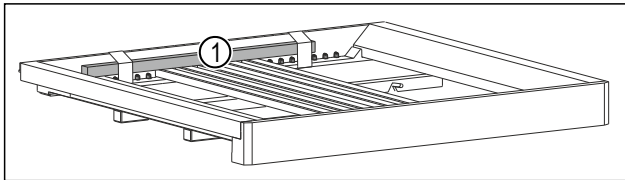

Fig. 5 *
- ▶ Retire la barra de madera Fig. 5 (1)*.